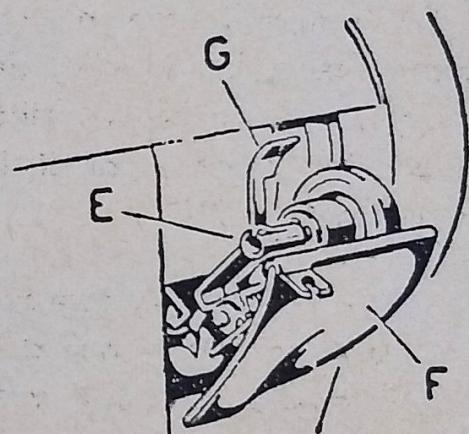

Fig. 6
- abrir la tapita "F" (Fig. 6), bajar la palanca "G" y colocar el carretel en el perno "E", empujando éste hacia la derecha la tapita quedará abierta;